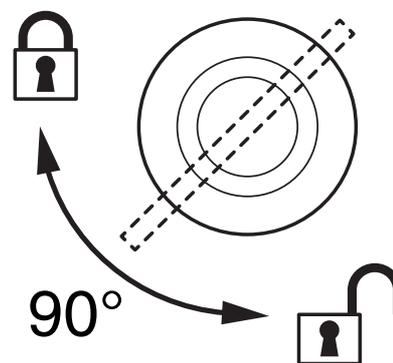

Figure 6: Locking quarter-turn fasteners
3. Voir Figure 6. Vérifiez que les fixations 1/4 de tour sont correctement verrouillées à 90°.